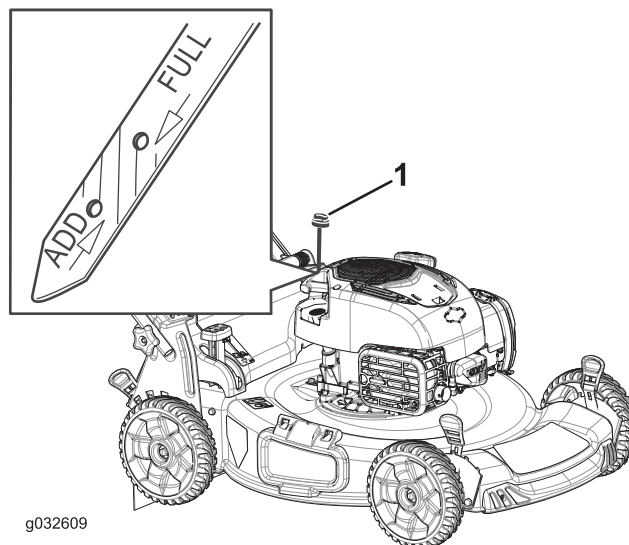

Figura 30
2. Retire la varilla (Figura 30).
4. Vierta aceite **lentamente** por el tubo de llenado hasta que el nivel de aceite llegue a la marca **Lleno** de la varilla (Figura 30). **No llene demasiado.**